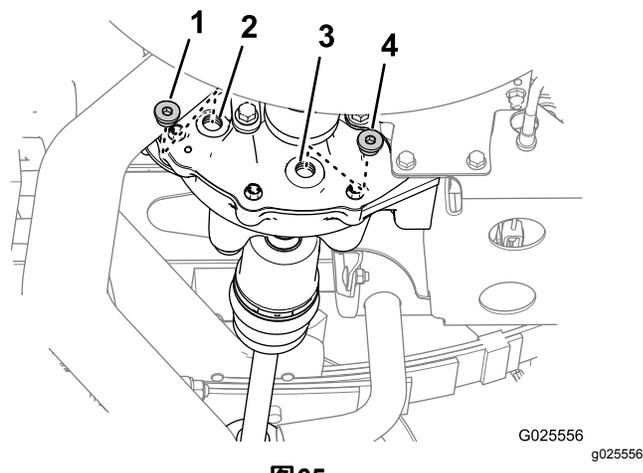

图65
1. 对齐排放塞下的排放盘图65。
2. 从差速器的加油口卸下加油塞并从排油口卸下排油塞图65。
4. 将排油塞装回排油口图65上紧排油塞扭矩至1419N·m。
5. 将550ml指定油添加到差速器的加油口图65。
6. 将加油塞装回加油口图65上紧加油塞扭矩至1419N·m。